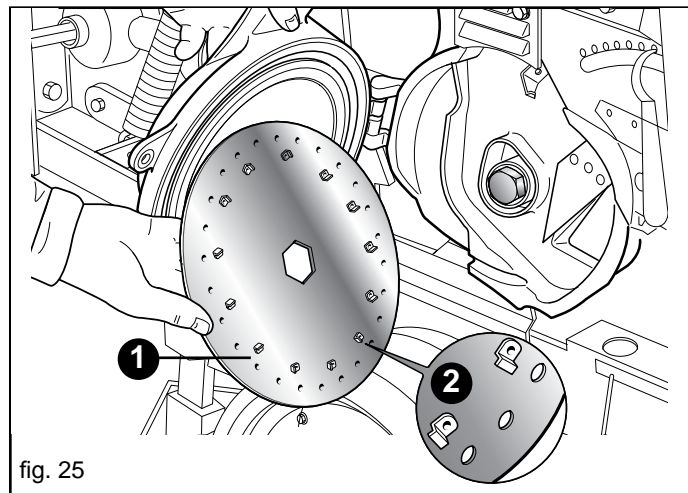

fig. 25
Dans les distributeurs (Fig. 25) il faut installer un disque (1, Fig. 25) choisi selon la dimension de la graine (qui ne doit pas entrer dans le trou). Les graines qui bouchent les trous du disque par remous seront ensuite laissées sur le sol. La machine est livrée au client avec une seule série de disques déjà installée dans les distributeurs. La Maison Constructrice peut fournir à l'utilisateur des séries de disques supplémentaires (cf. page 131).
- Installer le disque avec les tétons (2, Fig. 25) tournés vers la partie interne du distributeur.